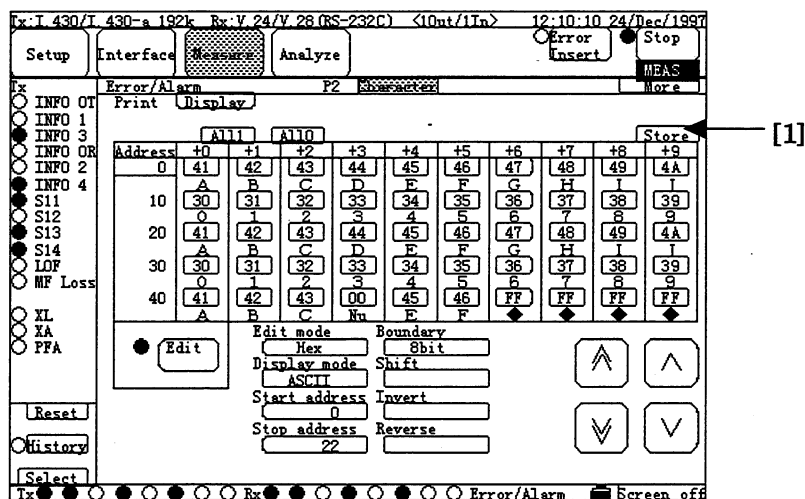

図 6.3-5 Measure:Error/Alarm 画面の Character
2. "Store"ボタン(図 6.3-5,[1])を押します。